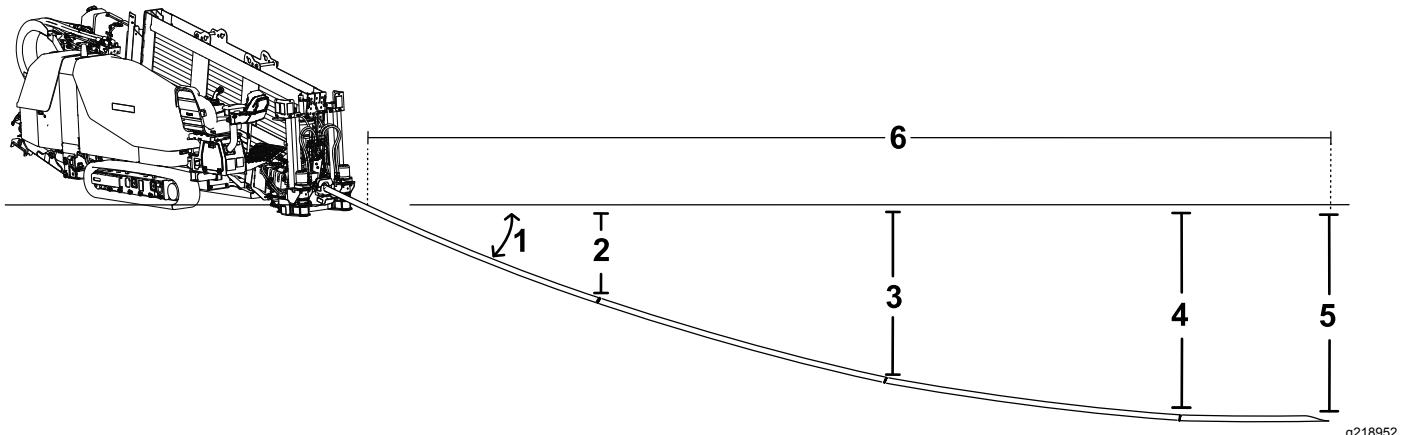

Рисунок 45
- Вы вставляете первые 3 м (10 футов) бурильной трубы с буровой лопаткой в землю без изгиба. Конец буровой лопатки находится на глубине 53 см (Рисунок 45).